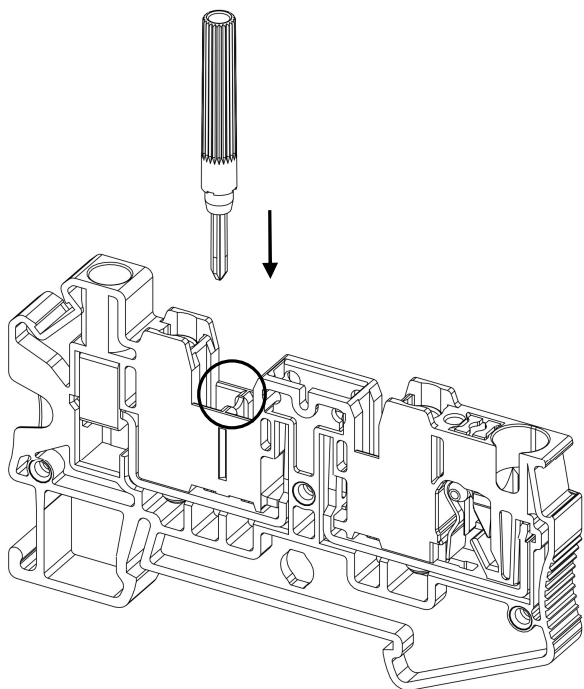
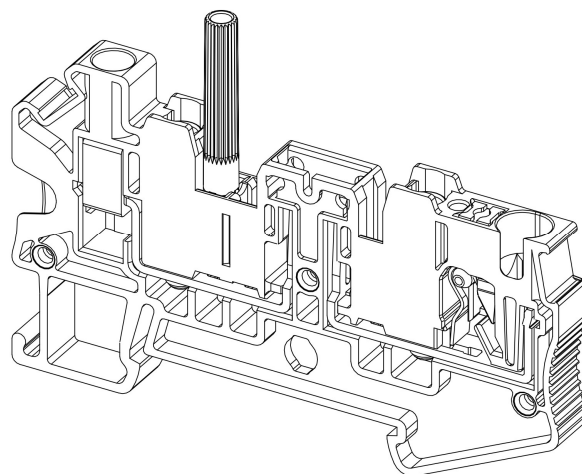

Рисунок 79 – установка тестового щупа в функциональное отверстие клеммы
Рисунок 80 – тестовый щуп, установленный в функциональное отверстие клеммы
- В зависимости от конструкции клеммы, тестовый щуп также можно вдавить до упора в функциональное отверстие вместо перемычек (рис. 79; рис. 80).